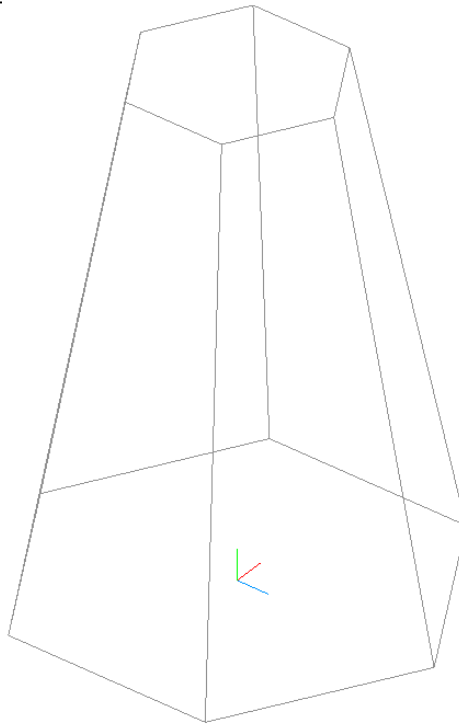

Рис. 13.13.
5.4. Создайте объект. Мы получили усеченную шестигранную пирамиду высотой 100 мм (рис. 13.13)!